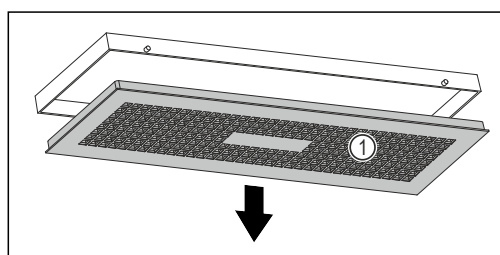

Fig. 112
- Waterbak langzaam omlaag draaien en daarbij de afdekking Fig. 112 (1) vasthouden.
- Afdekking Fig. 112 (1) wegnemen.